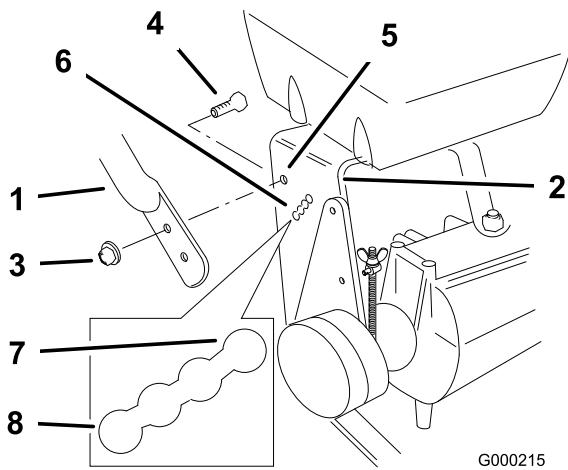

Figure 16
2. Desserrez les boulons à embase supérieurs (3/8 x 1 po) et l'écrou à embase de fixation du guidon au cadre arrière (Figure 16).
- Enlevez les boulons à embase inférieurs (3/8 x 1 po) et les écrous à embase de fixation du guidon au cadre arrière (Figure 16).